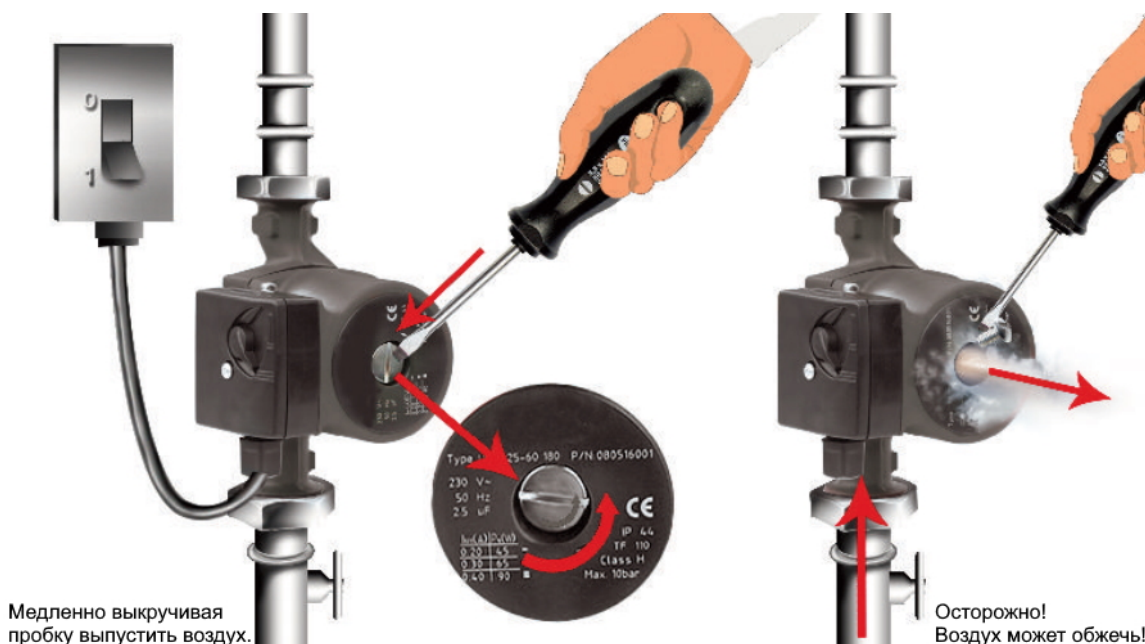

Рис. 2
- 6.5. Медленно выкручивая металлическую пробку (рис. 2) выпустить оставшийся в насосе воздух. Необходимо иметь в виду, что воздух может обжечь! Когда весь воздух выйдет и из-под пробки потечет теплоноситель, плотно закрутить пробку. Проверить давление теплоносителя, и при необходимости отрегулировать его.